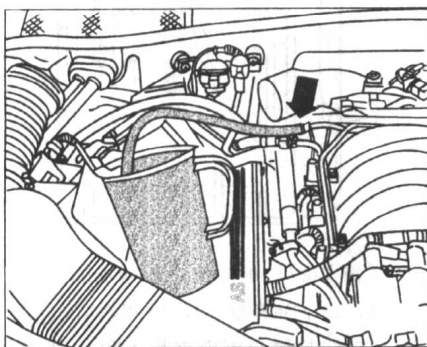

图 1-16 从燃油分配管上拔下回油软管
① 从燃油分配管上拔下如图1-16所示的回油软管。
② 将图1-16箭头所示的辅助软管,装到燃油分配管上,然后将软管放入一量杯。